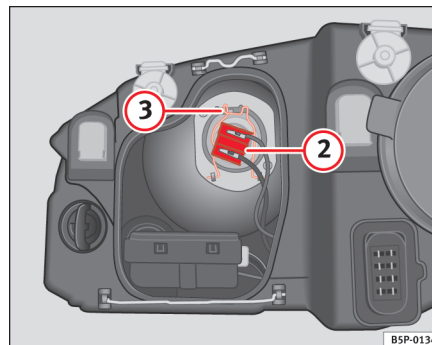

Fig. 187 Nærlys
- Træk stikket ⇒ side 264, fig. 187 ② af pæren.
- Tag fjederen ⇒ side 264, fig. 187 ③ af ved at trykke den ind og dreje mod højre.